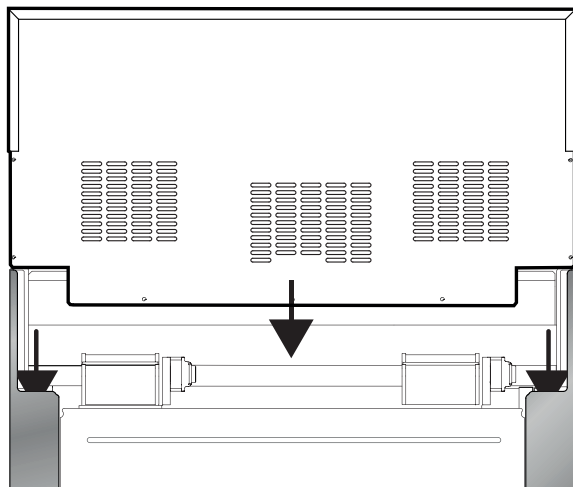

Figure 20 : Installation du dosseret
3. Alignez le panneau arrière du nouvel accessoire avec les brides des coins arrière droit et gauche des panneaux latéraux de la cuisinière. Le dosseret s'insère dans les canaux de guidage situés à l'arrière de la cuisinière (Figure 20).